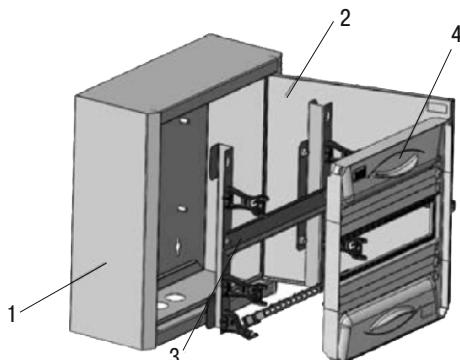

Рисунок 1 – Состав изделия
4.1 Корпус металлический ШРн серии PRO (рисунок 1) конструктивно состоит из оболочки (1) с открывающейся дверью (2), монтажной рамы (3) и оперативной панели (4).